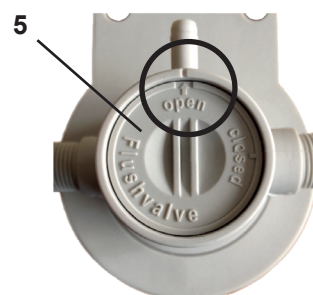

Fig. 5
- ⇒ Aprire la valvola di lavaggio (5, Fig. 5).